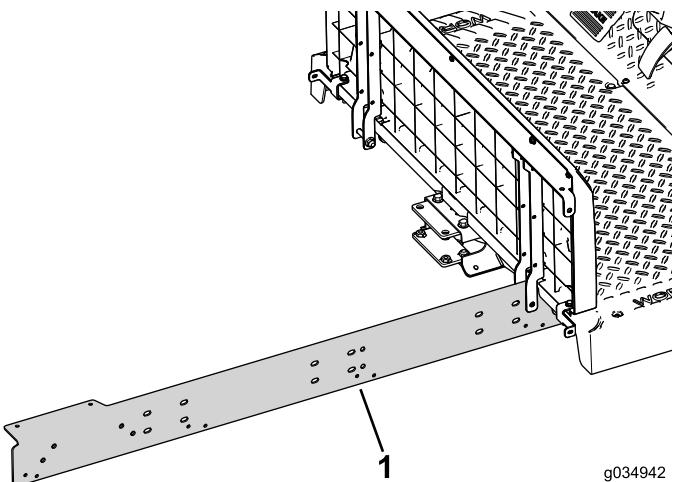

図 71
2. 車体右側にエクステンションレールを仮止めする図 71。